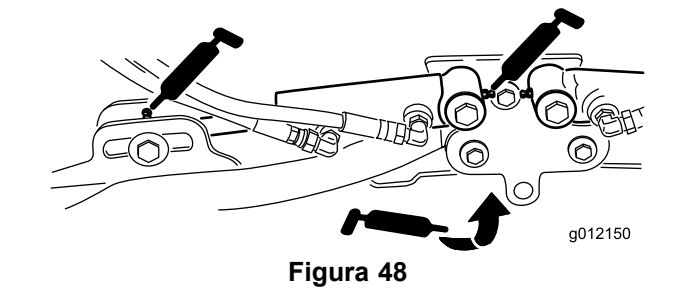

Figura 48
- Cilindri del braccio di sollevamento dell'apparato di taglio (2 cad.) (Figura 48)
- Perni del braccio di sollevamento (1 cad.) (Figura 48)